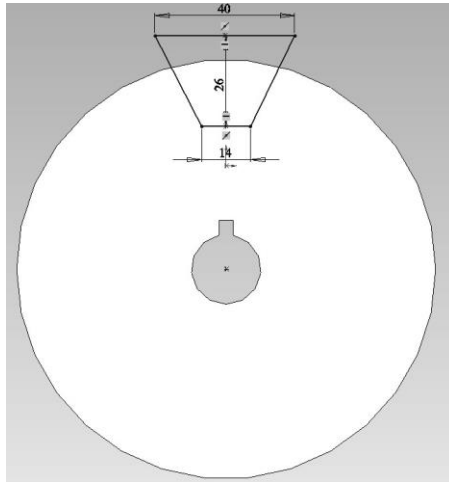

Рисунок 7.6. – Ескіз западини зуба
- відзначити плоску поверхню колеса і увійти в ескіз, побудувати ескіз западини зуба (рис. 7.6).